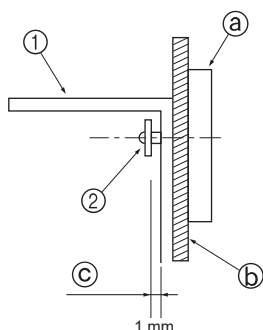

Fig. 3-4
- In primo luogo, montare la staffa sulla parete e serrare quindi la vite in modo che la staffa stessa possa muoversi verso l'alto e verso il basso. (Fig. 3-4)
- ① Staffa di protezione contro il ribaltamento
- ② Vite di maschiatura
- ③ Fascia ornamentale
- ④ Materiale di superficie della parete